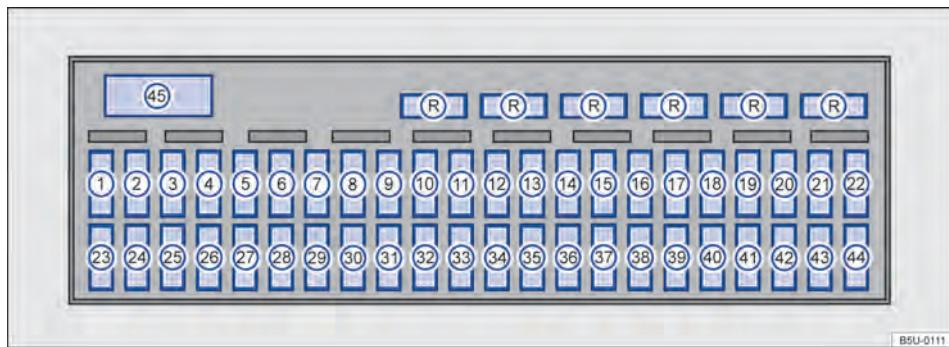

Fig. 165 Caixa de fusíveis.
A Volkswagen recomenda manter sempre no veículo alguns fusíveis de reserva, que podem ser alojados na parte superior da caixa de fusíveis → Fig. 165 (R) (como, por exemplo, fusíveis de 5 A, 10 A, 15 A, 20 A, 25 A e 30 A para veículos sem ar-condicionado ou 40 A para veículos com ar-condicionado).